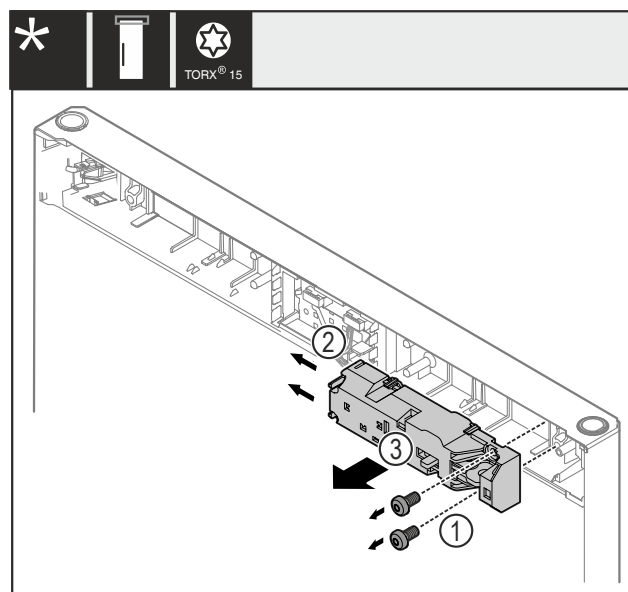

Fig. 24
- ▶ Îndepărtați șuruburile Fig. 24 (1).
- ▶ Apăsați ciocurile de fixare Fig. 24 (2) în lateral și detașați încuietoarea de la distanță Fig. 24 (3).